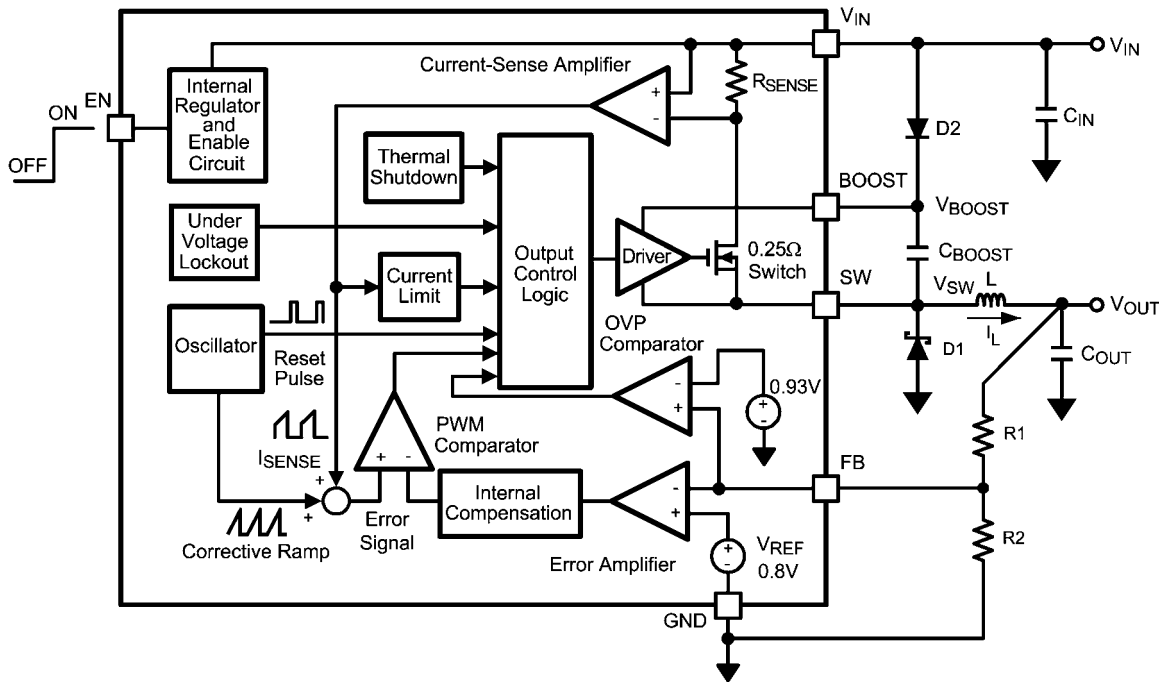
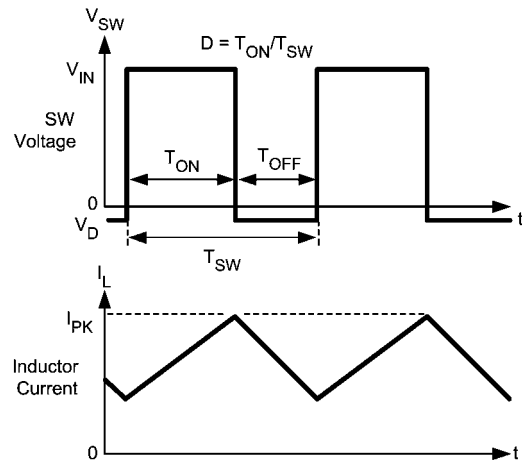

FIGURE 1. Simplified Internal Block Diagram
FIGURE 2. LM2738 Waveforms of SW Pin Voltage and Inductor Current
以下に述べる LM2738 の動作説明では、単純化したブロック図 (Figure 1) と動作波形 (Figure 2) を参照します。LM2738 は、内蔵 NMOS 制御スイッチをデューティ・サイクルを変えながら一定の周波数でスイッチングして、レギュレートされた出力電圧を外部に供給します。スイッチング・サイクルは内部発振器が生成するリセット・パルスの立ち上がりエッジで始まります。このパルスが Low になると出力制御論理が内蔵 NMOS 制御スイッチをオンにします。オンの間、SW ピン電圧 (V_{SW}) はおよそ V_{IN} まで振幅し、またインダクタ電流 (I_L) は直線的な傾きで増加していきます。 I_L は、スイッチ電流に比例した出力を生む電流センス・アンプによって計測されます。センス信号はレギュレータの調整ランプ信号が加算され、帰還電圧と V_{REF} 電圧の差に比例したエラー・アンプ出力と比較されます。PWM コンパレータ出力が High になると、次のスイッチング・サイクルが始まるまで出力スイッチはオフになります。スイッチオフ期間中、インダクタ電流は、キャッチ・ダイオードの順方向電圧 (V_D) によって SW ピン電圧をグラウンド電圧以下に振幅させるショットキ・ダイオード D1 通じて放電されます。レギュレータ・ループはデューティ・サイクル (D) を調整して一定の出力電圧を維持します。
Figure 1 に示す簡略化したブロック図で、コンデンサ C_{BOOST} とダイオード D2 は NMOS スイッチのゲート駆動電圧を供給します。コンデンサ C_{BOOST} はダイオード D2 を介して V_{IN} によって充電されます。通常のスイッチング・サイクルで内部 NMOS 制御スイッチがオフのとき (T_{OFF}) (Figure 2 参照)、 V_{BOOST} は V_{IN} から D2 の順方向電圧 (V_{FD2}) を引いた電圧となり、その間インダクタ (L) 内の電流がショットキ・ダイオード D1 を順方向にバイアス (V_{FD1}) します。以上から C_{BOOST} の両端電圧は、